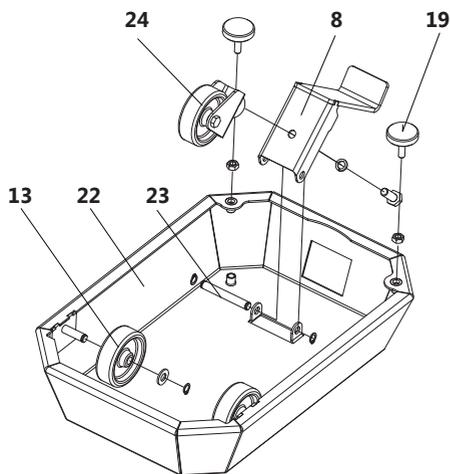

Рисунок 3 Сборка основания
Перемещение станка осуществляется с помощью колес 13 и 24 (рис. 3) вводимого кронштейном 8. Горизонтальность, загрузочного и приемного столов, обеспечивается регулировкой ножек 19.
- установите на оси основания 22 колеса 13, шайбу и кольцо стопорное (рисунок 3);
Для замены приводного ремня, привода ножевого вала необходимо (рисунок 3):